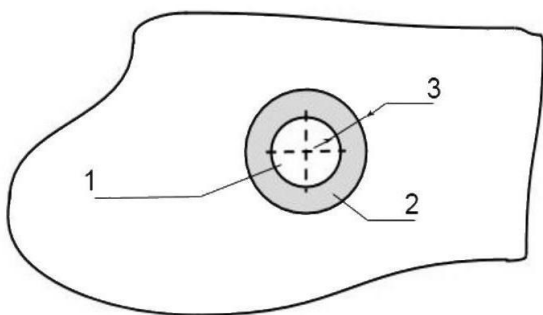

Рис. 2.7 Нанесение герметика на бак
1. Нанесите герметик на подготовленный бак, как показано на рисунке (рис. 2.7). Толщина слоя герметика должна быть не менее 5 мм, ширина слоя – 10 мм (см. 3 на рис. 2.7).